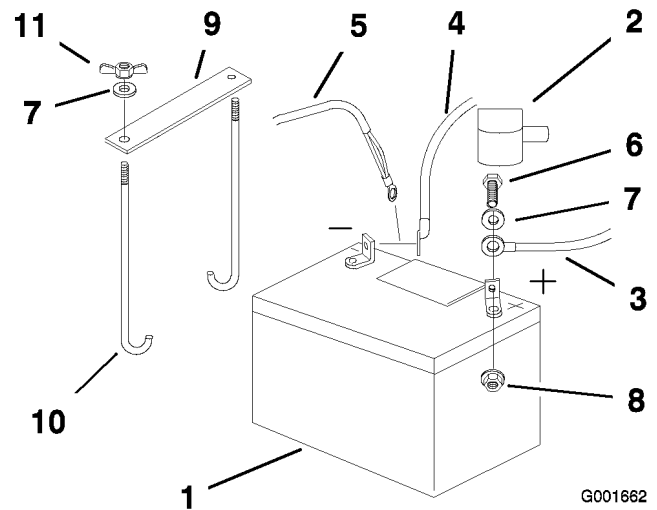

Figure 37
4. Commencez par débrancher le câble négatif et le câble de masse de la borne négative (-) de la batterie (Figure 37).
5. Ôtez le capuchon rouge de la borne positive (rouge) de la batterie. Débranchez ensuite le câble positif (rouge) de la batterie (Figure 37).
6. Retirez les deux écrous à oreilles (1/4 inch) de fixation de la barrette de maintien de la batterie (Figure 37).
1. Placez la batterie dans son support en tournant les bornes vers le moteur (Figure 37).
4. Fixez les câbles avec 2 boulons (1/4 x 3/4 po), 2 rondelles (1/4 inch) et 2 contre-écrous (1/4 inch) (Figure 37).
6. Fixez la batterie en position avec des boulons en J, une barrette de maintien et 2 rondelles (1/4 inch), ainsi que 2 écrous à oreilles (1/4 inch) (Figure 37).